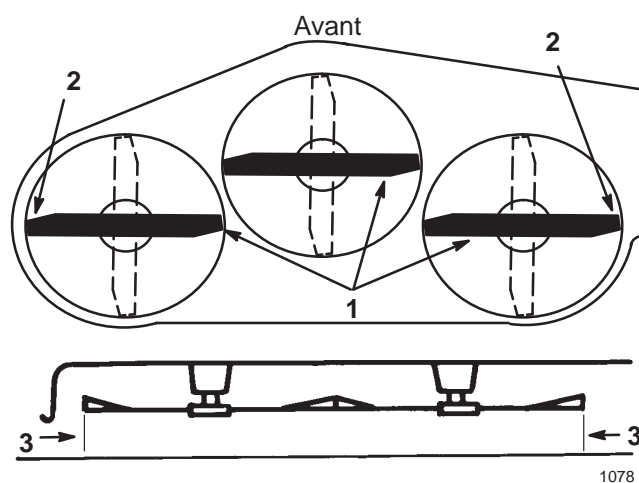

Figure 38
6. Tournez prudemment les lames pour qu'elles soient parallèles dans le sens transversal (Fig. 38). Mesurez la distance entre les tranchants extérieurs et le sol plat (Fig. 38). Si les deux mesures diffèrent de plus de 4,75 mm (3/16 pouce), l'horizontalité transversale doit être réglée (voir les points 7 et 8).